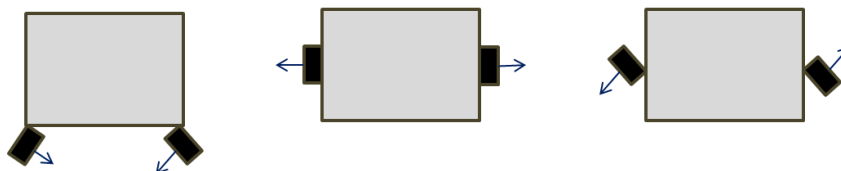
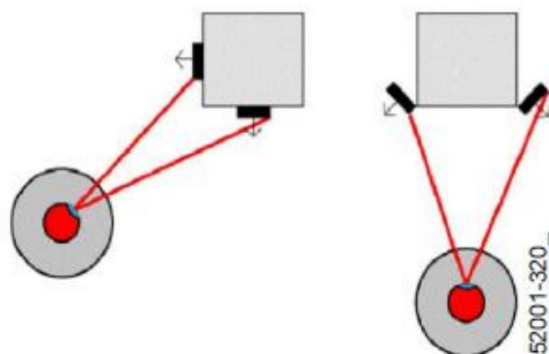

图7-5 利用空间中的柱子的反光条推荐布置方案
图7-6 不推荐布置样例
- 充分利用空间中的柱子，针对柱子我们可以考虑图 7-5 的放光条布置方案，图 7-6 为不建议样例。